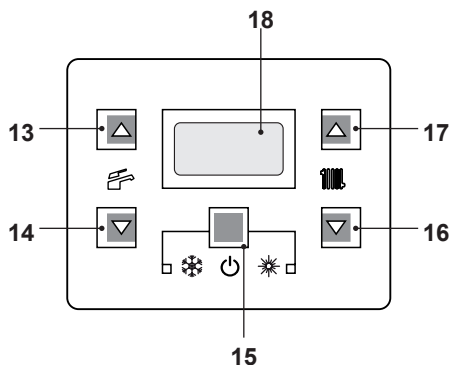
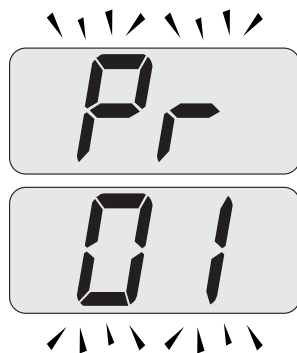

Figura 5.31
Figura 5.32
- Entrare in "modalità programmazione" premendo contemporaneamente per 10 secondi i tasti 15 - 16 - 17 (Figura 5.31) fino a far apparire sul display LCD le lettere **Pr** che si alternano con il codice **01**, indicanti l'entrata nel "parametro 01" (Figura 5.32).
- Premere contemporaneamente i tasti 15 e 17 (Figura 5.31) fino a far apparire sul display LCD il valore del parametro 15 (Figura 5.34).
- Premendo il tasto 15 (Figura 5.31) si ottiene la conferma del valore inserito.
- Premendo contemporaneamente i tasti 15 e 16 (Figura 5.31) si esce senza modificare il valore (ritorno alla lista parametri Figura 5.33)
- Premendo contemporaneamente per 10 secondi i tasti 15 - 16 - 17 (Figura 5.31) si esce dalla "modalità programmazione".
Comunque se la temperatura ambiente non dovesse essere confortevole si può aumentare o diminuire la temperatura di mandata dell'impianto riscaldamento di $\pm 15^\circ\text{C}$ agendo sui tasti 16 (diminuzione) e 17 (aumento) (Figura 5.31).